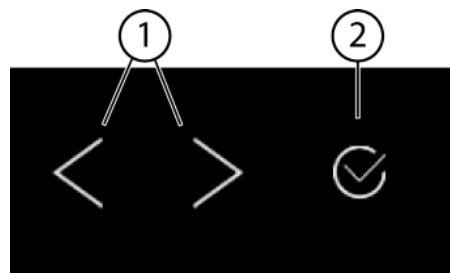
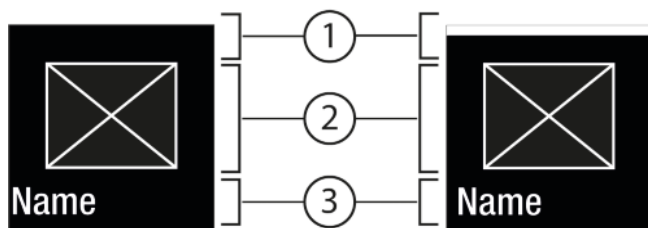
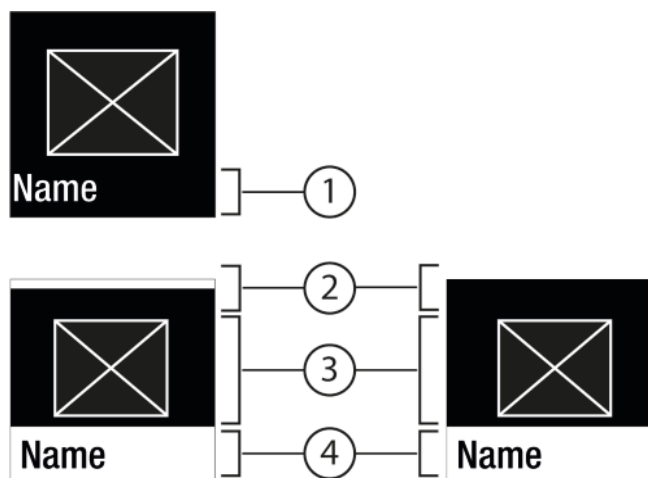

Fig. 5
Fig. 6
Fig. 7
(1) Navigationspfeil links / rechts
(2) Bestätigen
Navigationsspfeil links / rechts Fig. 5 (1):
Bestätigen Fig. 5 (2):
- Mit Navigationsspfeil links / rechts Fig. 5 (1) navigieren.
- Mit Bestätigen Fig. 5 (2) die Funktion / Einstellung aktivieren Fig. 6 (1) / deaktivieren Fig. 6 (1).
- Mit Bestätigen Fig. 5 (2) das Untermenü Fig. 7 (4) aufrufen.
- Neuen Wert einstellen: Mit Bestätigen Fig. 5 (2) einen deaktivierten Wert Fig. 6 (1) auswählen.
- Zurück ins Menü: Mit Bestätigen Fig. 5 (2) den bereits aktivierten Wert Fig. 6 (2) auswählen.
- ▶ Navigationsspfeile Fig. 5 (1) so oft drücken bis Funktion angezeigt wird.
- ▶ Bestätigen Fig. 5 (2) drücken.
- ▶ Navigationspfeile *Fig. 5 (1)* so oft drücken bis die Funktion angezeigt wird.
- ▶ Bestätigen *Fig. 5 (2)* drücken.
- ▶ Mit Navigationspfeile *Fig. 5 (1)* Einstellung-Wert wählen.
- ▷ Status: aktiviert *Fig. 6 (1)* erscheint kurz im Untermenü *Fig. 7 (4)*.
- ▶ Navigationspfeile *Fig. 5 (1)* so oft drücken bis Einstellungen  angezeigt wird.
- ▶ Navigationspfeile *Fig. 5 (1)* so oft drücken bis die gewünschte Einstellung angezeigt wird.
- ▶ Bestätigen *Fig. 5 (2)* 3 Sekunden lang drücken.